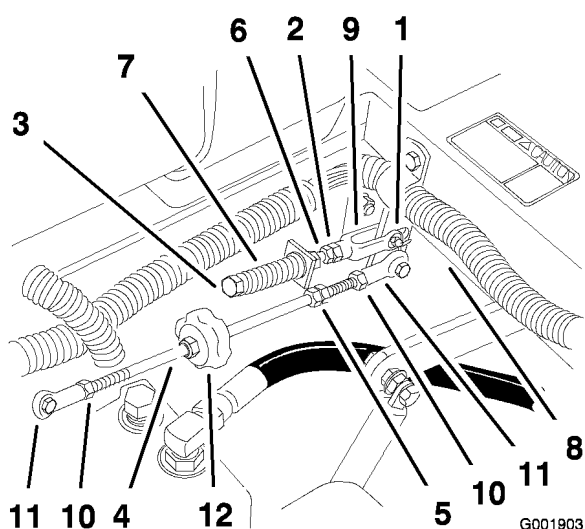

Figure 64
8. Si un réglage s'impose, desserrez l'écrou et l'écrou de blocage vissés contre la chape (Figure 64).
9. Appliquez une légère pression à l'arrière du levier, et tournez la tête du boulon de réglage dans le sens voulu pour centrer le levier à la position de verrouillage du point mort (Figure 64).
10. Serrez l'écrou et l'écrou de blocage (Figure 64).